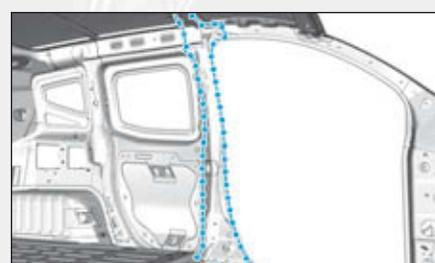

FIG.101
- Préparer les zones d'accostages sur la caisse (Fig.101).